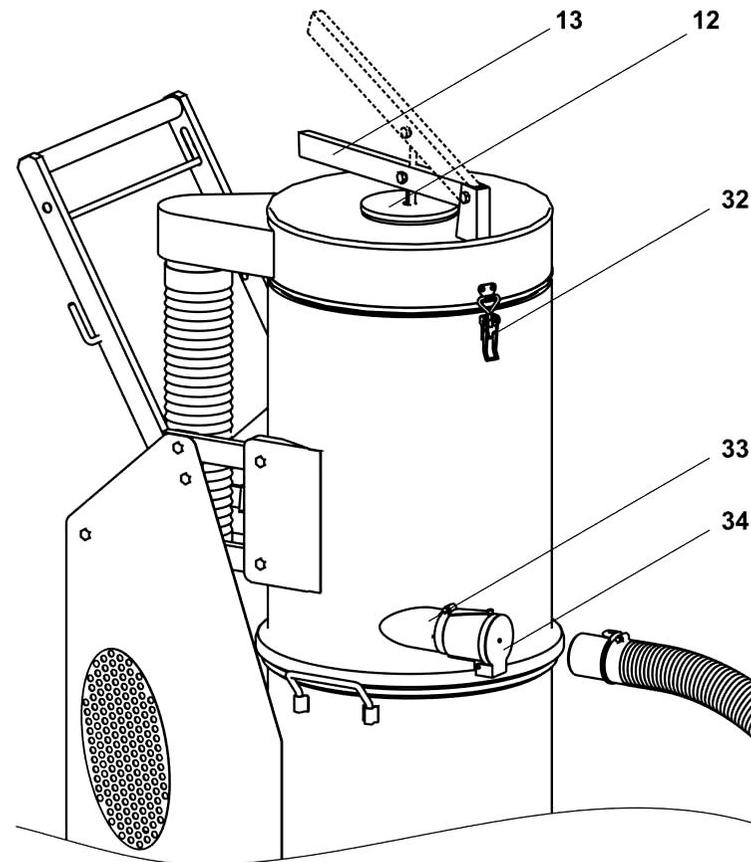

Рисунок 5. Регенерация (продувка) фильтра.
Циклон 6 (центробежный осадитель) с ответными кронштейнами подъемного механизма 5, шпилькой 9 и барашком 7 для фиксации фильтра тонкой очистки 8 (от а/м "КамАЗ") и входным патрубком 33, оснащенном пружинной заслонкой 34 (Рисунок 5);
7.3. **Для регенерации фильтра** (Рисунок 5):